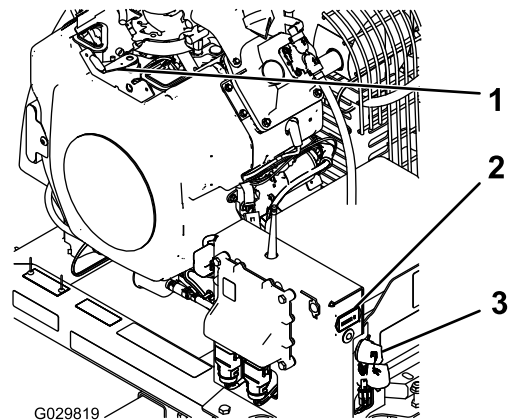

Figura 12
3. Girate la chiave di accensione in posizione di AVVIAMENTO (Figura 12).
- Se lasciate la macchina, girate la chiave in posizione di SPEGNIMENTO e toglietela dal motore (Figura 12).